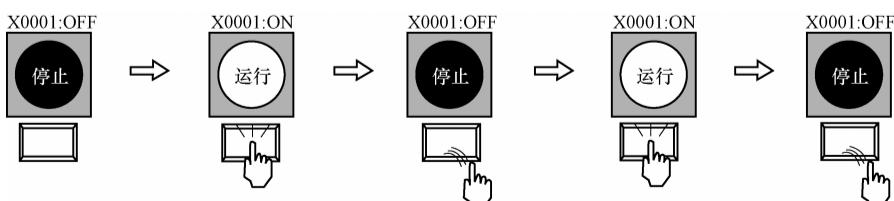

图 1-5-48 位开关点动时状态示意
- ④ 将指定位软元件设为仅在触摸开关为触摸状态 ON (点动) 时，即需要一直按住时才会接通，如图 1-5-48 所示。